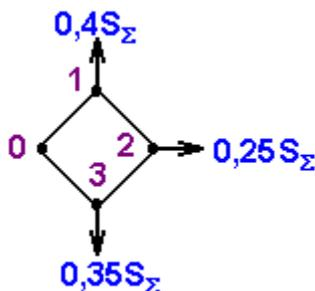

Рисунок 32
**Вариант 10.** Для схемы однородной кольцевой электрической сети  $U_H = 110$  кВ (рис.32), определить, при какой суммарной мощности нагрузок  $S_\Sigma$  активная мощность на участке 0-1 составит  $P_{01} = 20$  МВт? Определить реактивную мощность на участке 3-0  $Q_{30}$ .